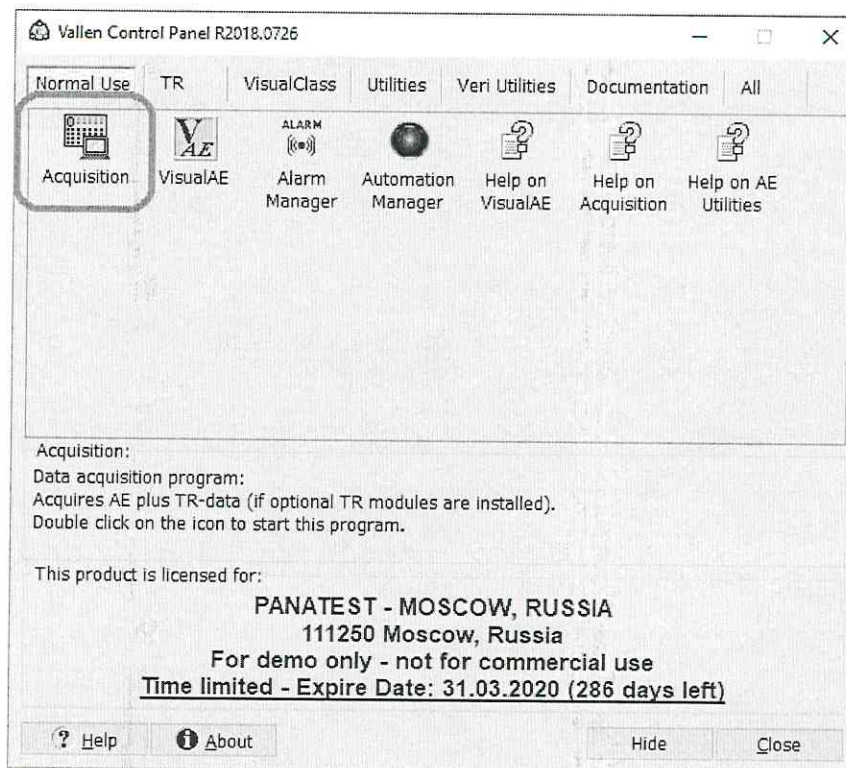
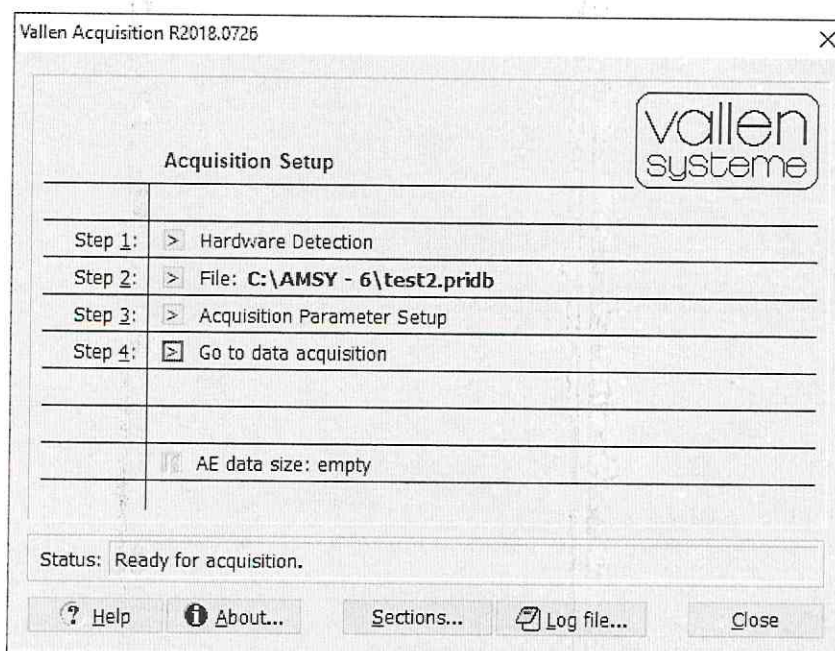

Рисунок 1 – Панель управления «Vallen Control Panel»
Рисунок 2 – Окно «Acquisition Setup»
8.3.2 На персональном компьютере запустить панель управления «Vallen Control Panel». В панели управления запустить вкладку «Acquisition» (рисунок 1). Откроется окно «Acquisition Setup» (рисунок 2). При правильном подключении системы и компьютера операция «Step 1:» выполнится автоматически.
8.4.1.5 На персональном компьютере запустить панель управления «Vallen Control Panel». В панели управления запустить вкладку «Acquisition» (рисунок 1). Откроется окно «Acquisition Setup» (рисунок 2). При правильном подключении системы и компьютера «Step 1:» выполнится автоматически.
8.4.2.1 На персональном компьютере запустить панель управления «Vallen Control Panel». В панели управления запустить вкладку «Acquisition» (рисунок 1). Откроется окно «Acquisition Setup» (рисунок 2). При правильном подключении системы и компьютера «Step 1:» выполнится автоматически.